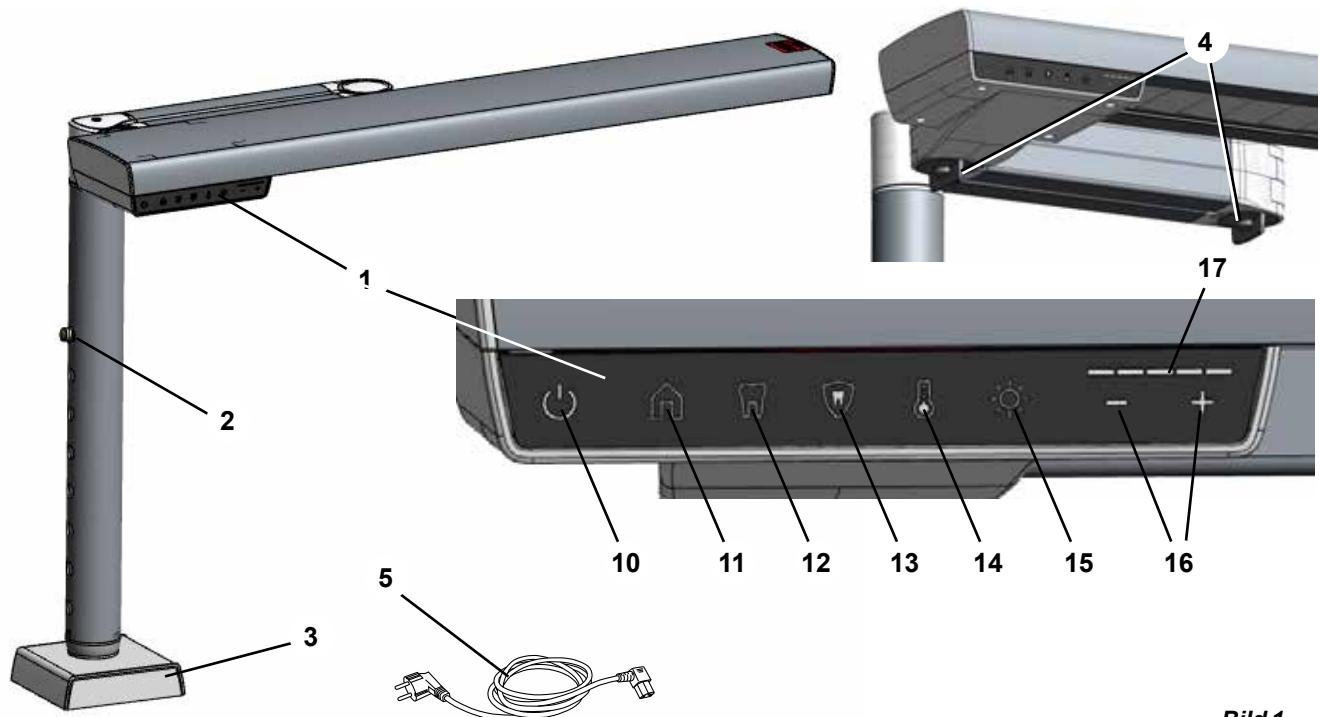

Bild 1
- ⇒ Tryck in höjdjusteringens låsning (2, bild 1) och dra ut innerröret på basen ända till den maximala positionen.
För att bestämma lämplig monteringsplats, lossa foglåset (4, Fig. 1) och kontrollera att du kan flytta arbetsplatslampa till det optimala läget som beskrivits tidigare (kapitel 4.2.1).
◆ Knappen Brightness (Ljusstyrka) (15, bild 1) lyser upp.
◆ I Intensity (Intensitet)-indikeringen (17, bild 1) visas det aktuella värdet för ljusstyrkan.
- ◆ Knappen Brightness (Ljusstyrka) (15, bild 1) lyser upp.
- ◆ I Intensity (Intensitet)-indikeringen (17, bild 1) visas det aktuella värdet för ljusstyrkan.